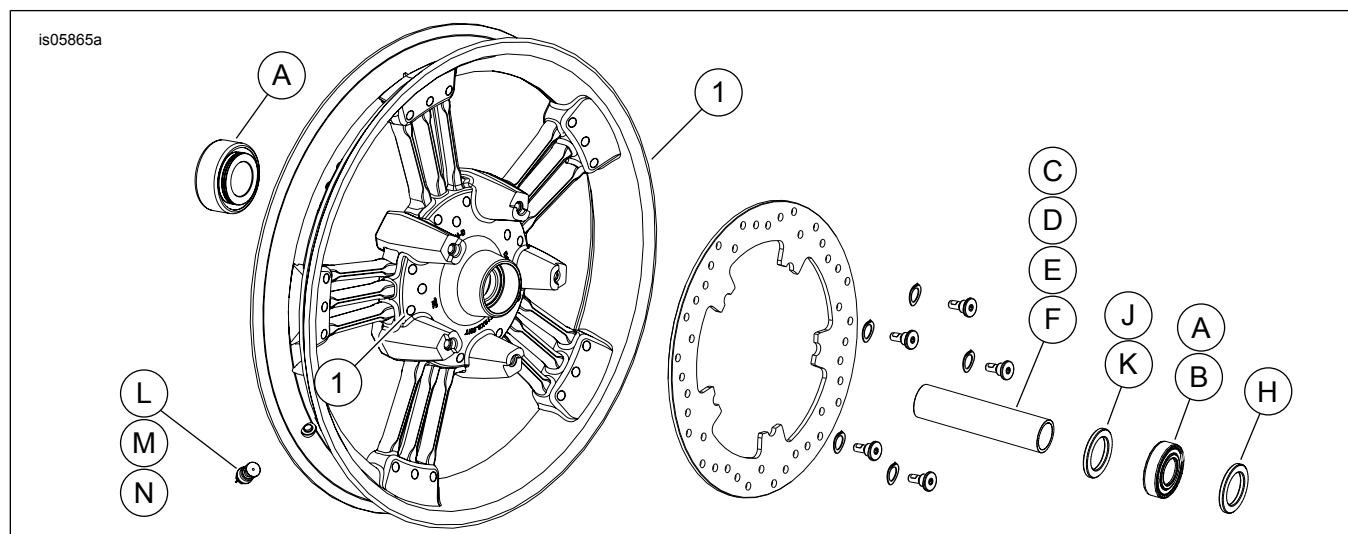

Figura 2. Parti di ricambio: Ruote anteriori Magnum 5 (mostrata quella da 19 pollici)
2. Vedere Figura 2. Montare sulla ruota il gruppo dello stelo della valvola (L o M). Vedere PNEUMATICI nel manuale di manutenzione.